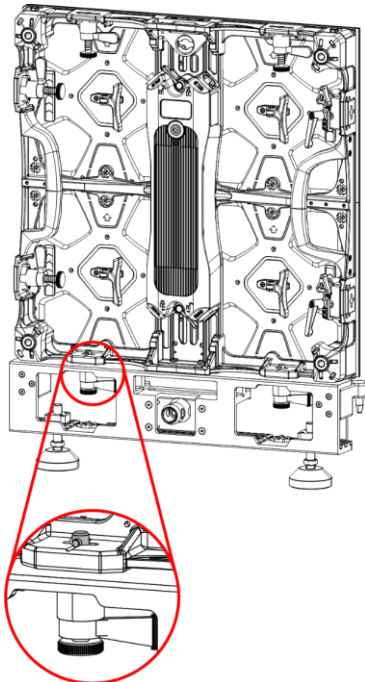

Fig. 44
- 05) Asegúrese de que los **pernos (E)** están apretados firmemente en la abertura del cierre rápido de la parte inferior de la pantalla LED como se muestra en la Fig. 44.